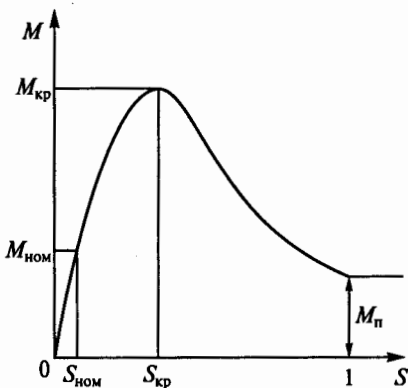

Рис. 217
**9.16.** Какая часть механической характеристики асинхронного двигателя (рис. 217) является рабочей?